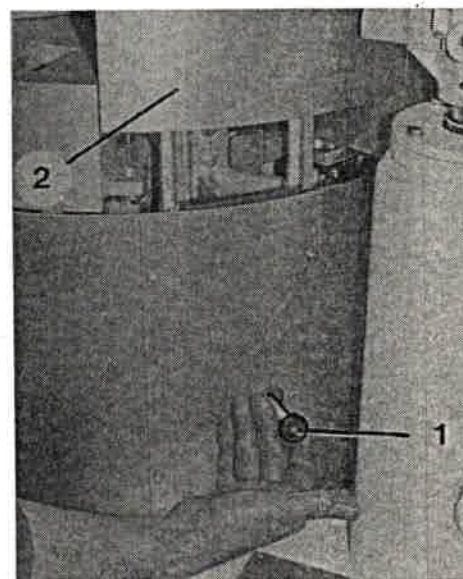

Bild 250
3. Sperrbolzen (Bild 250/1) ziehen und Zelle (Bild 250/2) komplett aus dem Revolvertisch herausnehmen.